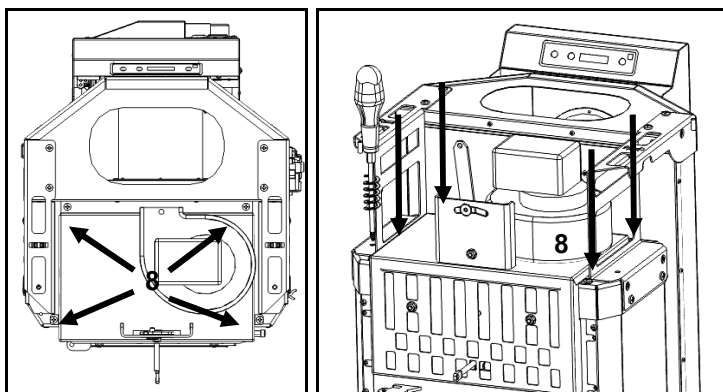

Figura 39 - Fijación del ventilador al equipo
i) Atornille el conjunto de la Figura 39 en la face superior de la cámara de combustión usando 4 tornillos (A) en los orificios preparados (8).